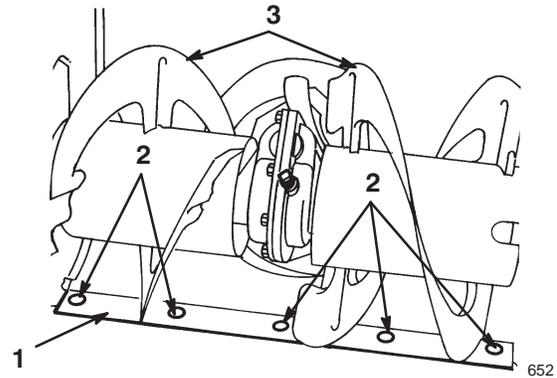

Figure 20
1. Patin (2)
2. Ecrous à bride (4)
3. Côté du carter de tarière (2)
6. Placez un support sous les lames de la tarière pour qu'elles se trouvent à 3 mm du sol (Fig. 20).
8. Pour corriger la position de la lame racleuse, desserrez les 5 vis de montage (Fig. 20), mettez la lame de niveau à la hauteur voulue et resserrez les vis.